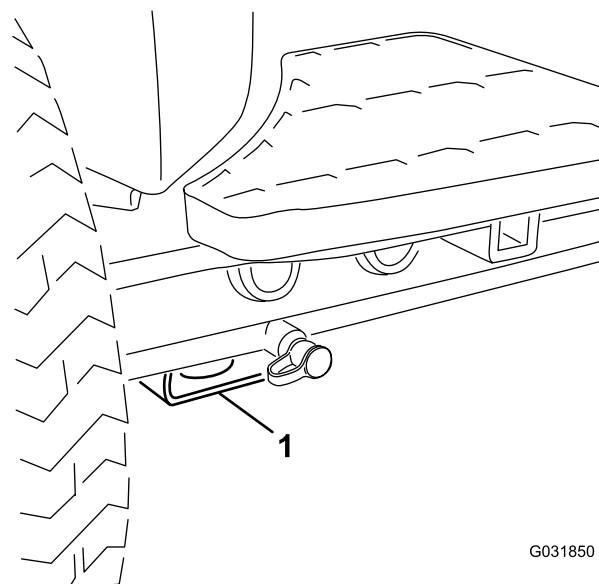

Рисунок 36
• В передней части используйте прямоугольную подкладку под трубой моста внутри каждого переднего колеса (Рисунок 36).